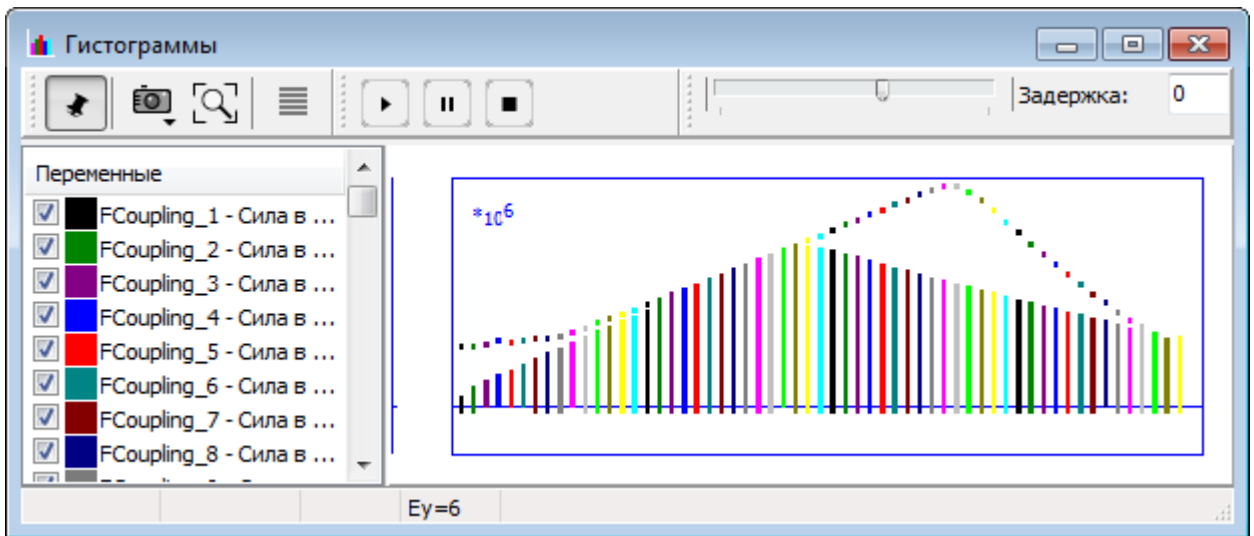

Рис. 1.29. Силы в междвагонных соединениях в окне гистограмм
**стограмма** и перетащите необходимые переменные (в нашем случае силы в междвагонных соединениях) из соответствующего графического окна, рис. 1.29.